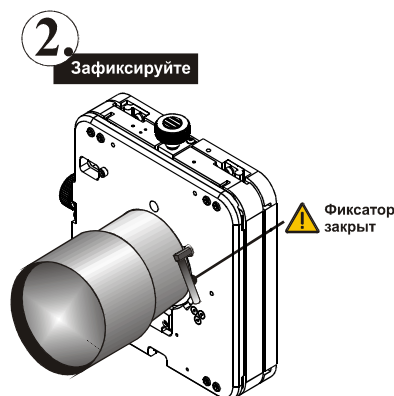

Рис. 2-8 Зафиксируйте объектив
4. Поверните фиксатор ВНИЗ, чтобы зафиксировать объектив. См. **Рис. 2-8**.